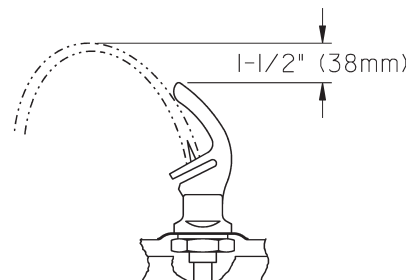

Fig. 4
- 8) Stream height is factory set for 45-50 PSI supply. If supply pressure varies greatly from this, readjust stream height to approximately 1-1/2" (38mm) above the bubbler guard by turning adjustment screw, accessible by removing front push panel,(see Fig. 4 & 5).
- 9) Replace the front panel and secure by retightening four (4) screws.
- 8) Altura del chorro viene configurado de fábrica para el suministro de 45-50 PSI. Si la presión del suministro varía demasiado de este valor, reajuste la altura del chorro a aproximadamente 1-1/2" por encima del protector del borboteador dando vuelta al tornillo de ajuste sacando el panel frontal de empuje, (vea Fig. 4 y 5).
- 9) Vuelva a colocar el panel frontal y asegúrelo apretando nuevamente los cuatro (4) tornillos.
- 8) Hauteur de flux est réglé en usine pour la fourniture de 45 à 50 lb/po². Si la pression varie beaucoup de ce point, ajustez le niveau à nouveau à environ 1-1/2" (38mm) au-dessus du protège-barboteur en tournant la vis de réglage du régleur que l'on trouve en retirant le panneau, (voir fig. 4 et 5).
- 9) Remplacez le panneau avant et fixez le en place en resserrant les quatre (4) vis.